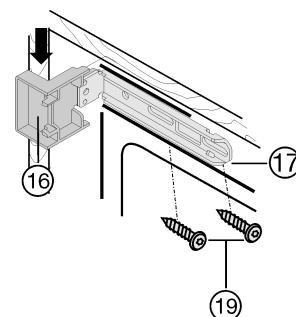
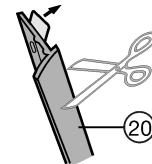

Fig. 12
Fig. 13
- ▶ Mettre le cache Fig. 12 (16) en haut et le cache Fig. 12 (17) en bas sur les étriers.
- ▶ Fixer les étriers Fig. 12 (17) en haut avec des vis Fig. 12 (19) et en bas avec des vis Fig. 7 (19) afin qu'ils puissent encore un peu bouger à gauche et à droite.
- ▶ Retirer le film protecteur de la baguette de recouvrement Fig. 13 (20).
- ▶ Placer la baguette de recouvrement Fig. 13 (20) sur l'arête du cache Fig. 12 (16) côté poignée en alignement avec la façade puis la coller sur la paroi latérale de l'appareil.
- ▶ Si nécessaire, raccourcir la baguette de recouvrement Fig. 13 (20) en bas : l'extrémité de la baguette de recouvrement Fig. 13 (20) doit dépasser de 3 mm sur le bord supérieur de l'étrier du bas Fig. 7 (17).
- ▶ Insérer l'appareil jusqu'à ce que les caches Fig. 12 (16) touchent Fig. 12 la paroi latérale du meuble.
- ▶ Respecter les dimensions d'encombrement (épaisseur des éléments de butée de porte) : faire dépasser les charnières et les caches Fig. 12 (16) en tenant compte des dimensions d'encombrement.